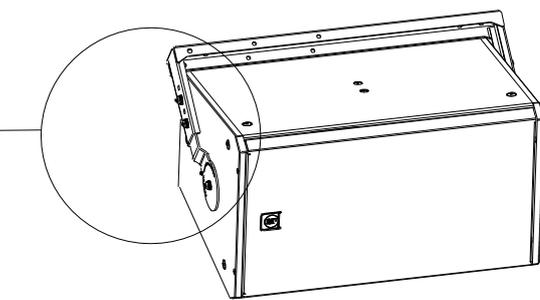

図 2
2. M10×25 ネジ 2 本 (A)、フラットワッシャー、歯型ワッシャー 1 枚ずつを使用し、延長金具とブラケットを固定します (図 2 参照)。
5. スピーカー上部と下部のネジ穴に M10×40 ネジ (H-BR 004 と H-BR 005 の場合 M8×45 を使用) (B)、フラットワッシャー、歯型ワッシャーをそれぞれ 1 枚ずつ使用して固定します (図 2 参照)。
6. 希望の角度に調整し、スピーカー両側を M5×30 ネジ (C)、フラットワッシャー、歯型ワッシャーそれぞれ 1 枚ずつ使用して固定します。(図 2 参照)。
※生産時期により、COMPACT M シリーズの筐体に角度固定用の M5 穴 (図 2-C 参照) が空いていない場合があります。その場合、M4.2～M4.5 で長さが 22～25mm のタッピングネジを用いてスピーカー本体に直接固定してください。なお、タッピングネジの付属はありません。